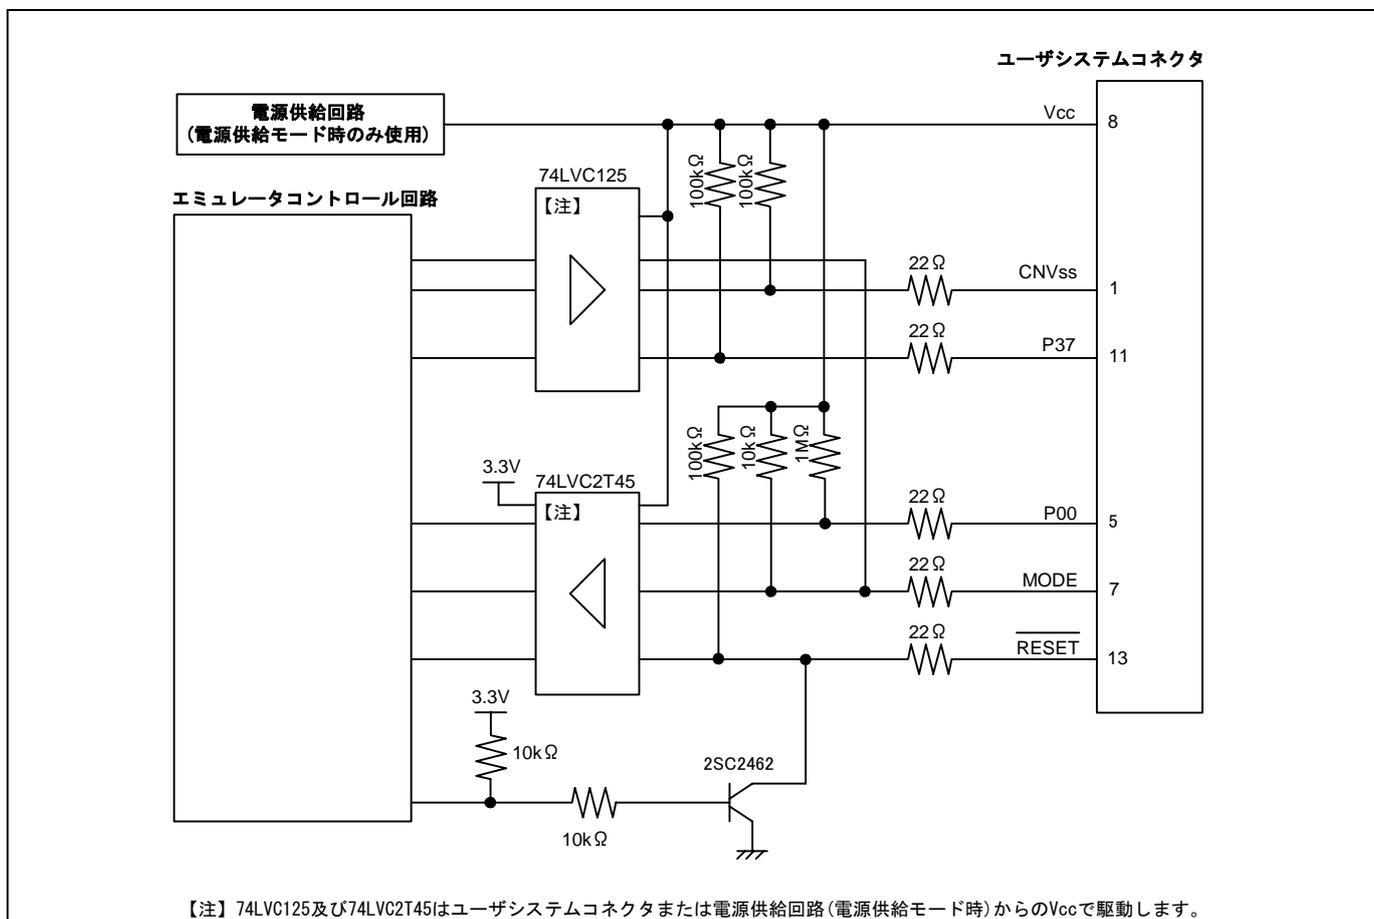

図5.6 E8a エミュレータ内インタフェース回路 (参考)
9. 図5.6にE8aエミュレータ内インタフェース回路を示します。プルアップ抵抗の値などを決定するときに参考にしてください。